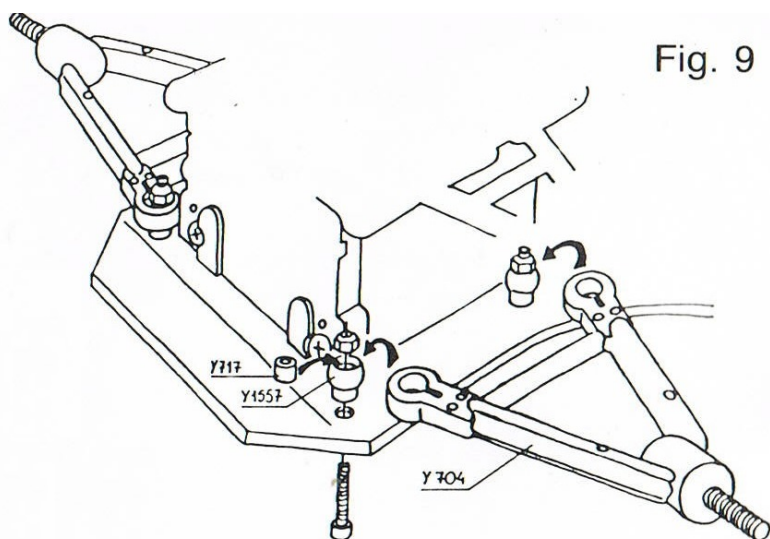

Fig. 9
- Triangles inférieurs (Fig. 9) :